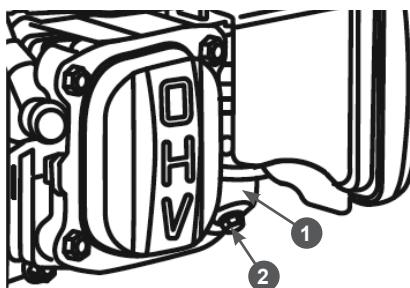

Рис. 21 Слив топлива из карбюратора
1. Установите под карбюратор 1 подходящую емкость (Рис. 21).
2. Открутите болт 2 слива отверстия и слейте топливо из поплавковой камеры карбюратора (Рис. 21).